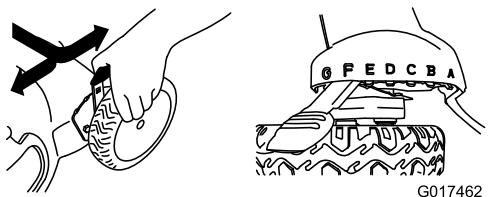

Figura 12
**Nota:** Para elevar la máquina, mueva las 4 palancas de altura de corte hacia adelante; para bajar la máquina, muévalas todas hacia atrás (Figura 12).